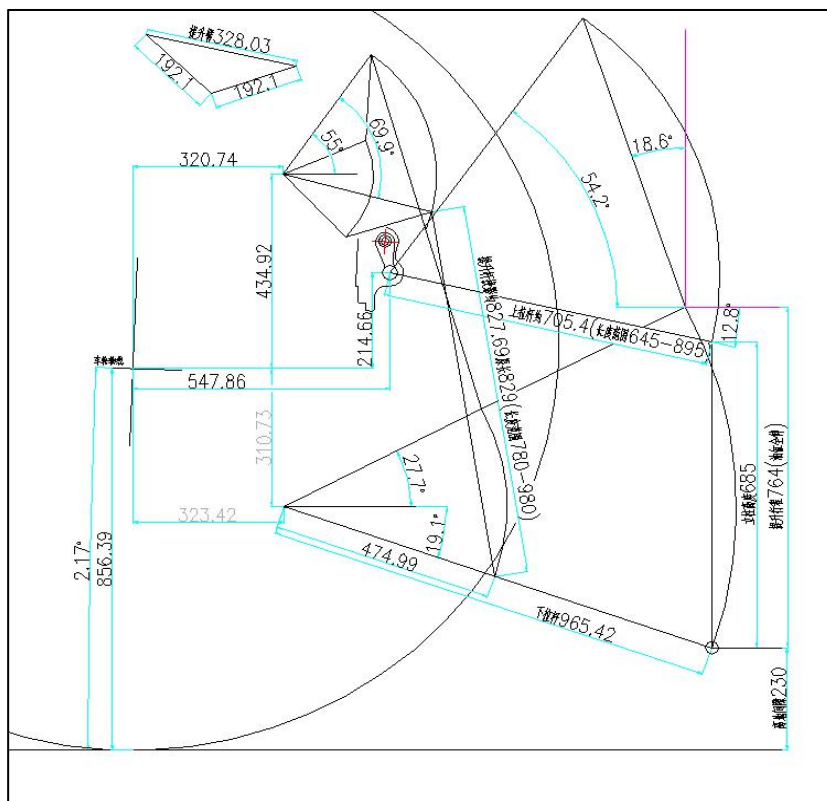

图 1
后三点悬挂出厂状态如图 1、图 2 所示。
- 4、 如图 1 所示，将上拉杆长度调整为 707 ± 2 毫米，并挂接到主阀上方支架上。